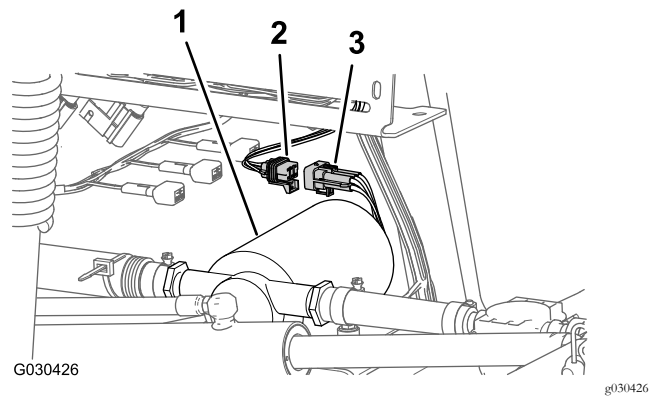

图8
2. 从后线束的 6 插槽接头中断开冲洗泵线束的 6 针接头图8。